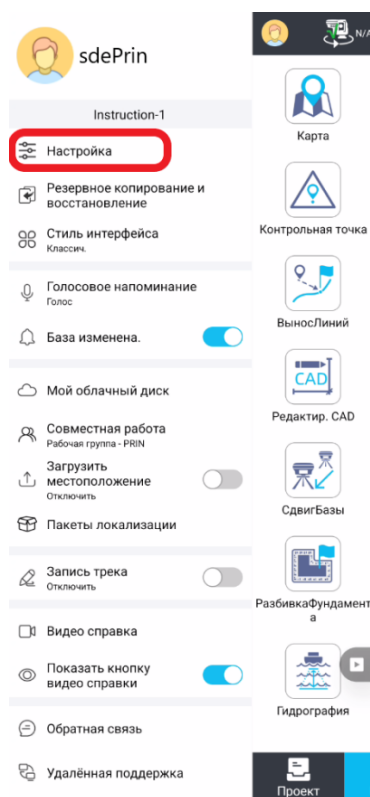

Рисунок 2.2.7
1. Войдите в вашу учетную запись LandStar (Рисунок 2.2.7)
2. На стороне экспортера включите обмен по коду. Для этого откройте боковую панель (Рисунок 2.2.7), перейдите в раздел **Настройки** и выберите **Метод обмена** (Рисунок 2.2.8). Укажите **По коду обмена** (Рисунок 2.2.9).